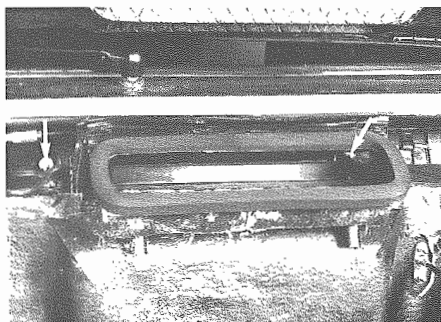

Fig. 14 - Dadi tiranti fissaggio plancia
- Togliere i dadi sui tiranti di fissaggio plancia (**Fig. 14**).
- Rimontare le guarnizioni sui dadi tiranti plancia (**Fig. 14**).
- Remove nuts on fascia fixing rods (**Fig. 14**).
- Refit gasket on fascia rod nuts (**Fig. 14**).